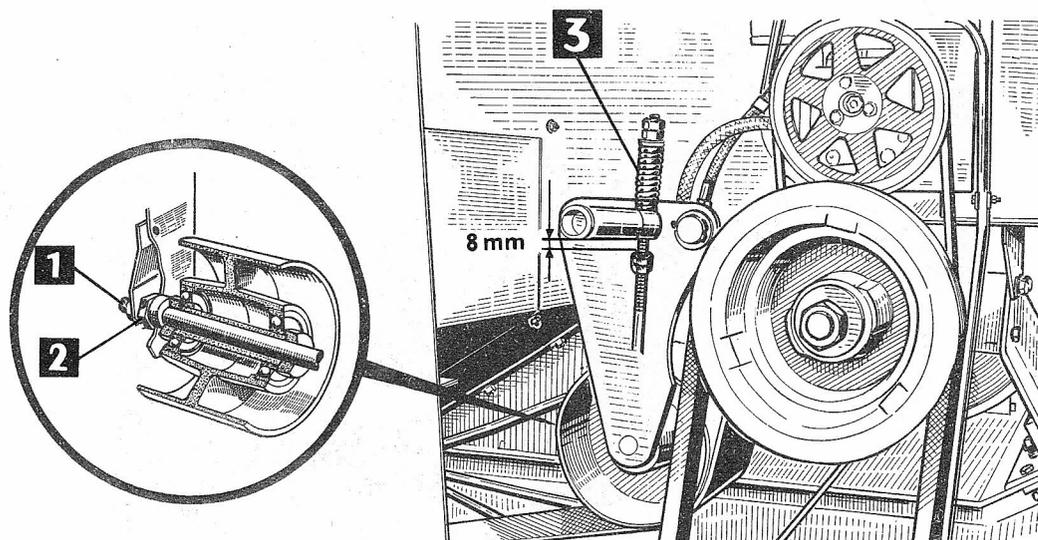

FIG. 79
gio della molla (3 - fig. 79) ri-
Lo smontaggio della cinghia si fa nel seguente modo: smontare la squadretta di tenuta laterale, allentare completamente le cinghie del variatore di trazione e fare uscire quella superiore dalla gola della puleggia sull'albero motore, eventualmente aiutandosi a far girare il motore con la chiave a tubo da 46 mm, sfilare la cinghia piatta dalla puleggia inferiore e poi da quella superiore. Quando si nota che la cinghia in tensione tende a portarsi da un lato della puleggia o addirittura ad uscire, occorre regolare la posizione del perno del tenditore. Tale perno è montato, dalla parte interna, su una boccola eccentrica che permette di variare l'inclinazione del perno stesso e di conseguenza consente di modificare la posizione di lavoro della cinghia sulla puleggia (vedi fig. 79). Per eseguire questa regolazione occorre allentare il dado (1) del perno e poi, mediante una chiave piatta da 22 mm, far ruotare la boccola eccentrica (2) nel senso da ottenere l'effetto desiderato. Richiudere poi il dado.